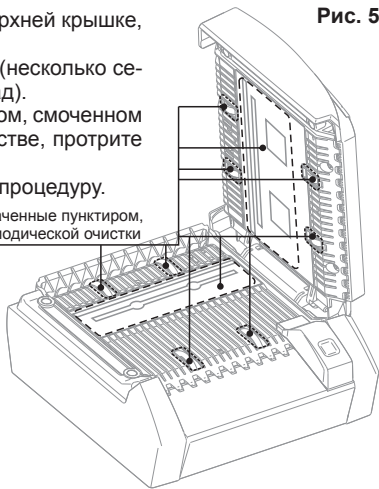

Рис. 5
1. Откройте верхнюю крышку детектора и протрите сухой чистой безворсовой салфеткой тракт, световод, сканер и другие датчики, указанные на **Рис. 5**